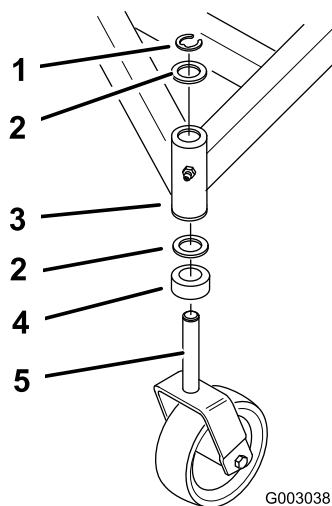

Figura 50
4. Si es necesario realizar un ajuste, cambie la posición del mismo número de arandelas de empuje en la horquilla de cada rueda giratoria. Mueva las arandelas de empuje desde la parte superior del tubo de montaje del bastidor hasta la parte inferior del mismo para elevar parte delantera del cortacésped. Mueva las arandelas de empuje desde la parte inferior del tubo de montaje del bastidor hasta la parte superior del mismo para bajar parte delantera del cortacésped (Figura 50).
giratoria. Mueva la(s) arandela(s) de empuje desde la parte superior del tubo de montaje del bastidor hasta la parte inferior del mismo para elevar el lado correspondiente del cortacésped. Mueva la(s) arandela(s) de empuje desde la parte inferior del tubo de montaje del bastidor hasta la parte superior del mismo para bajar el lado correspondiente del cortacésped (Figura 50).